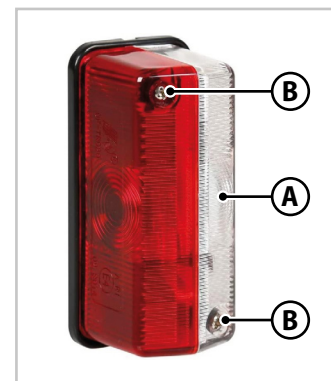

Fig.7.3 - Luzes laterais de delimitação
2. Desmontar a tampa branco-vermelha (A - Fig.7.3) removendo os parafusos de fixação (B - Fig.7.3).
5. Voltar a colocar a tampa branco-vermelha (A - Fig.7.3) utilizando os parafusos de fixação (B - Fig.7.3) anteriormente removidos.